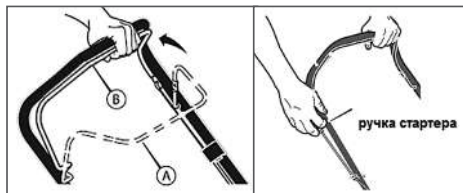

Рис. 8 Запуск двигателя
Перед запуском двигателя, несколько раз задействуйте рычаг останки двигателя (Рис. 8). Проверьте, что трос останки двигателя движется свободно, и что рычаг останки двигателя работает должным образом.
2. Нажмите и удерживайте рычаг останки двигателя левой рукой (Рис. 8 положение В).
3. Правой рукой, медленно вытягивая шнур стартера за ручку (Рис. 8), поверните коленчатый вал двигателя, пока не почувствуете сопротивление, затем медленно опустите ручку стартера вниз. Снова медленно потяните за ручку стартера, пока не почувствуете, что стартер вошел в зацепление с маховиком, после чего, резко и с усилием потяните за ручку стартера и запустите двигатель. При необходимости повторите. После запуска двигателя медленно и плавно верните ручку стартера на место.